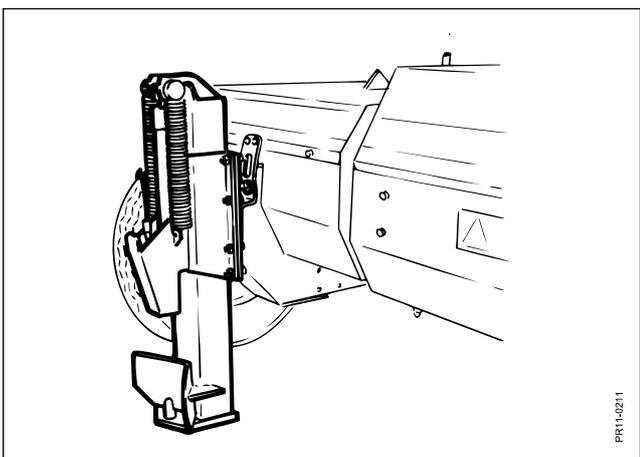

Fig. 3.5
**Fig. 3.5** Pour le dételage, relever le crochet hitch à l'aide de l'hydraulique et désengager le cliquet après quoi le crochet est baissé à l'aide de l'hydraulique.